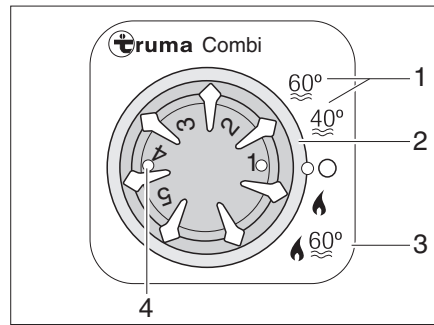

Fig. 226 Unité de commande pour chauffe-eau/chauffage
Le chauffe-eau est intégré au chauffage et fonctionne au gaz. Le chauffe-eau est mis en service au niveau de l'unité de commande (Fig. 226) à l'aide de l'interrupteur tournant (Fig. 226,2).
En régime hiver "Chauffage et chauffe-eau" (Fig. 226,3), l'eau du chauffe-eau est automatiquement chauffée lors de la mise en marche du chauffage. Si le chauffage s'arrête à la température ambiante désirée, le chauffe-eau continue de chauffer jusqu'à obtention de la température d'eau sélectionnée.
En régime été (Fig. 226,1), seulement l'eau du chauffe-eau est chauffée à 40 °C ou 60 °C. Il faut environ 25 minutes pour que l'eau atteigne 60 °C. Le voyant de contrôle jaune (Fig. 226,4) s'allume pendant la phase de chauffage du chauffe-eau.
L'alimentation électrique pour l'appareil ne peut pas être coupée par l'interrupteur principal 12 V. En cas de dérangement, le voyant de contrôle rouge (Fig. 226,4) sur l'unité de commande s'allume (voir chapitre 16). Le chauffe-eau est équipé d'une valve de sécurité et de vidange, voir section 10.4.5.
- Placer l'interrupteur tournant (Fig. 226,2) de l'unité de commande (Fig. 226) sur "Régime été" (Fig. 226,1).
Le voyant de contrôle jaune (Fig. 226,4) s'allume pendant la mise en température. La mise en température est terminée lorsque la température d'eau sélectionnée est obtenue. Le voyant de contrôle jaune s'éteint.
- Sur l'unité de commande (Fig. 226), tourner l'interrupteur rotatif (Fig. 226,2) sur "O".